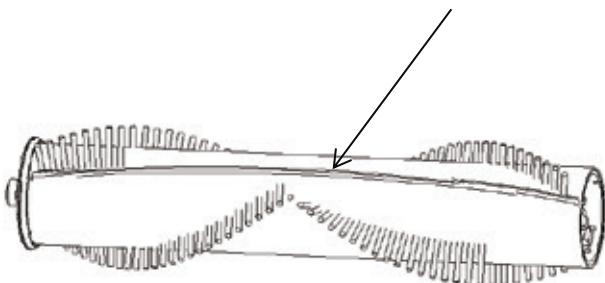

Fig. 6-6c
7) Skrapa längs rullborstens spår med blad för att klippa och ta bort hår. Monterar därefter tillbaka golvborten och stäng locket till rullborsten. (Anmärkning: Använd inte bladet på själva golvrullborsten för att skära i material) (Fig. 6-6c)